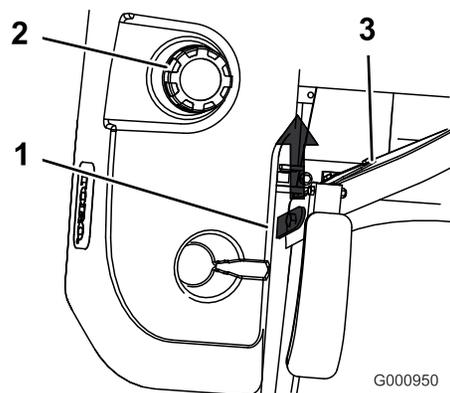

Figura 28
3. Sollevate il sedile. al fine di accedere ai componenti sotto il sedile (Figura 28).